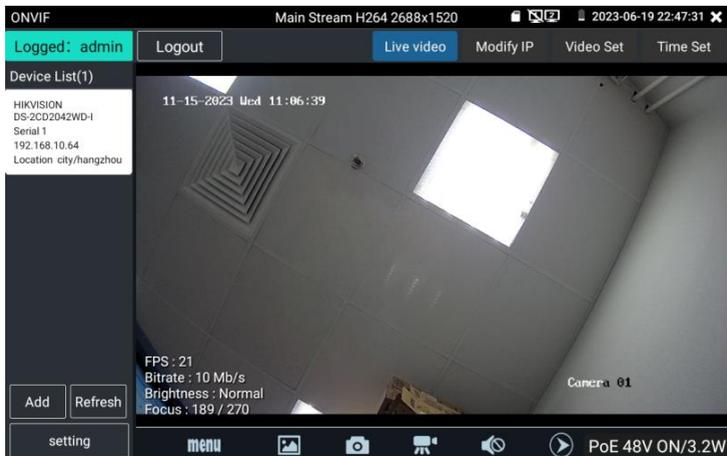

Рис. 21 Интерфейс приложения ONVIF
3. Нажмите на устройство, появившееся в списке слева. Должно появиться изображение (рис. 21)